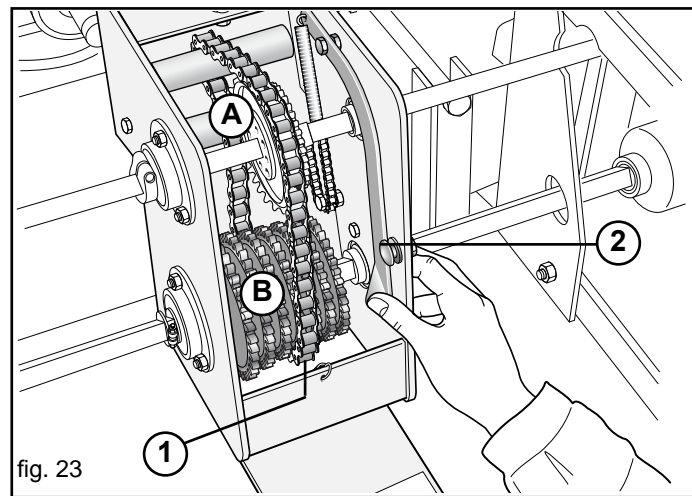

fig. 23
- Spostarsi a sinistra e vedere con quale rapporto (A-B, Fig. 23) impostare il cambio;
- Per spostare la catena, aprire il coperchio della scatola del cambio ed allentare la catena (1, Fig. 23) mediante la leva (2);
- Tendere nuovamente la catena con la leva (2, Fig. 23) e chiudere il coperchio.